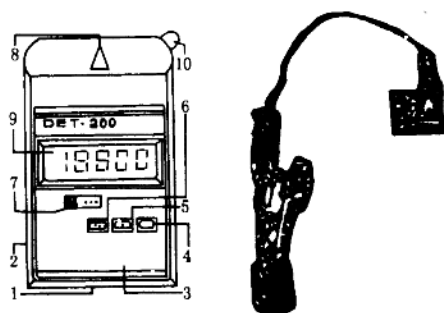

图 4 发动机转速表
(3)感应式发动机转速表:DET-200 型数字转速表的外形如图 4 所示。